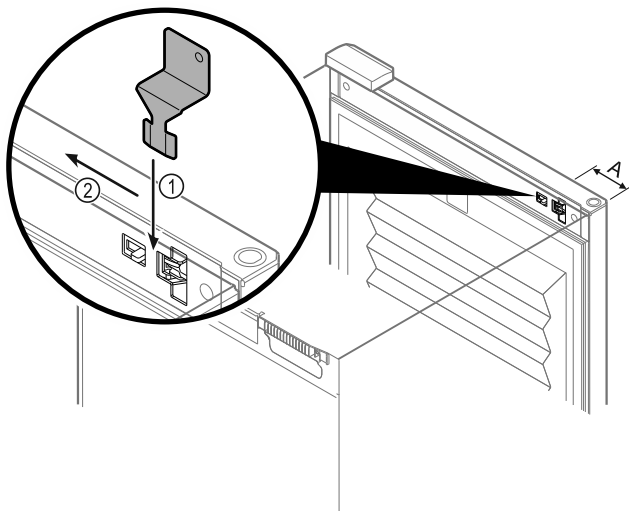

Fig. 101
- Posizionare la chiave di sblocco di emergenza nella posizione specificata Fig. 101 (A) ≈ 100 mm.
- Inserire la chiave di sblocco di emergenza Fig. 101 (1) tra la porta e il corpo dell'apparecchio dall'alto fino a battuta.
- Tirare la chiave di sblocco di emergenza verso la cerniera. Fig. 101 (2)